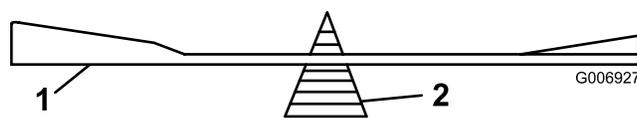

Figura 39
- Verifique el equilibrio de cada cuchilla colocándola sobre un equilibrador de cuchillas (Figura 39). Si la cuchilla se mantiene horizontal, está equilibrada y puede utilizarse. Si la cuchilla no está equilibrada, rebaje algo de metal de la parte posterior de la cuchilla con una lima. Repita este paso hasta que cada cuchilla esté equilibrada.